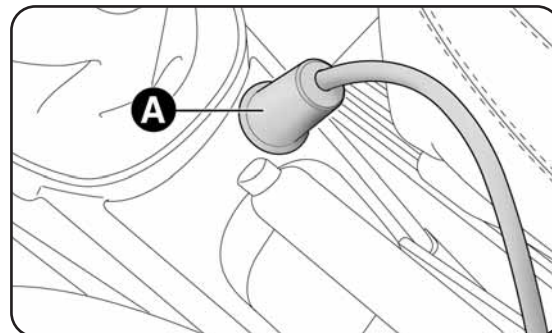
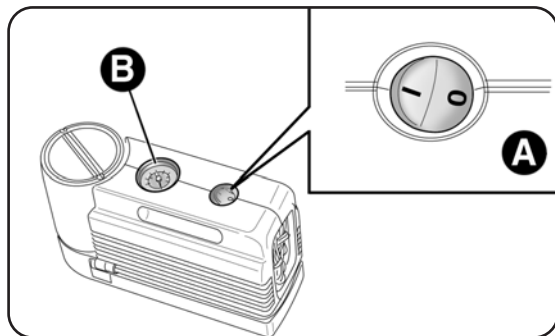

fig. 17
fig. 18
- vérifier que l'interrupteur A-fig. 18 du compresseur est en position 0 (éteint), démarrer le moteur, introduire la fiche A-fig. 17 dans la prise de courant/allume-cigares sur le tunnel central et mettre sous tension le compresseur en mettant l'interrupteur A-fig. 18 en position I (allumé);
- gonfler le pneu à la pression indiquée au paragraphe "Roues" du chapitre "6". Pour obtenir une lecture plus précise, vérifier la valeur de la pression sur le manomètre B-fig. 18 après avoir éteint le compresseur.